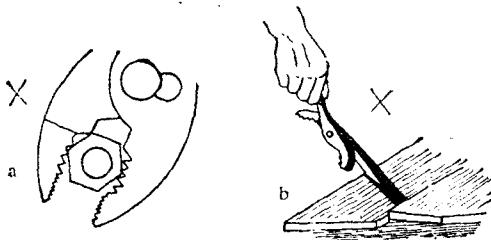

图 1-9 钳子的错误使用法
(1) 使用前应擦净钳子上的油污以免工作时滑溜，工作后应保持清洁。
(2) 使用时必须将工作物夹牢后再用力切割或扭弯；用鲤鱼钳夹持稍大工作物时，可放大钳口。
(3) 禁止用钳子代替扳手拆装螺钉，或用钳柄代替榔棒（如图1-9）；也不可用它夹持过热的物件，以免损坏或退火。